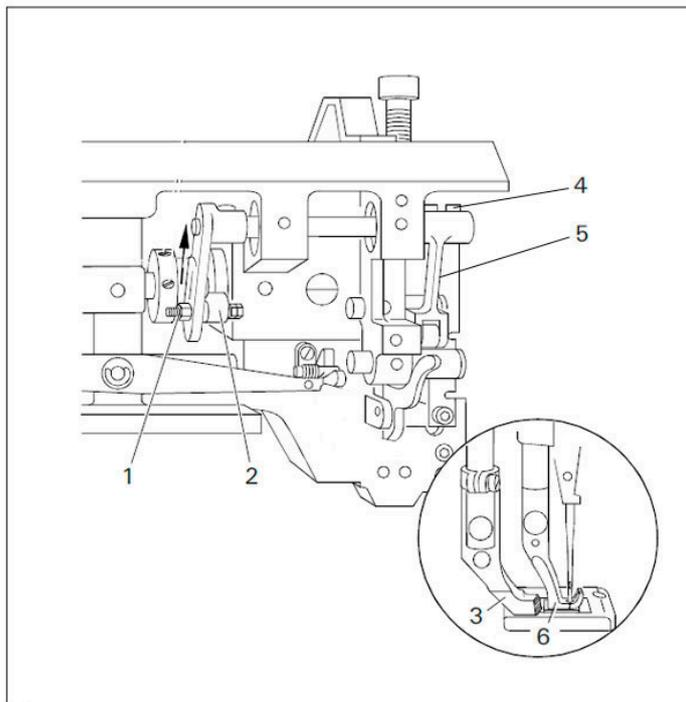

Fig. 16
3. Solte os parafusos (4) de fixação da biela (5), empurre a biela para frente até o calcador dianteiro encostar no dente transportador, aperte os parafusos (4) da biela (5).
4. Para aumentar a altura de subida dos calcadores, ajuste o pino (1) soltando a porca do pino e conduzindo a biela no sentido da seta indicativa da fig. 16.